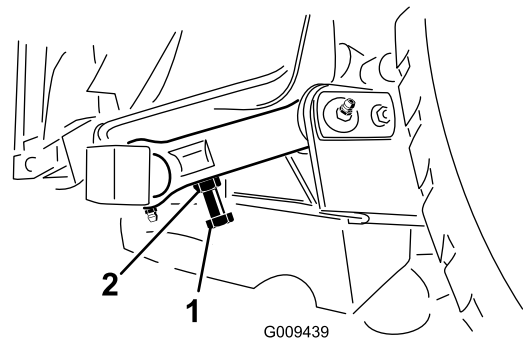

Figure 29
3. Pour ajuster la distance, trouvez le boulon sur la bielle de pivot arrière de l'unité de coupe (Figure 29).